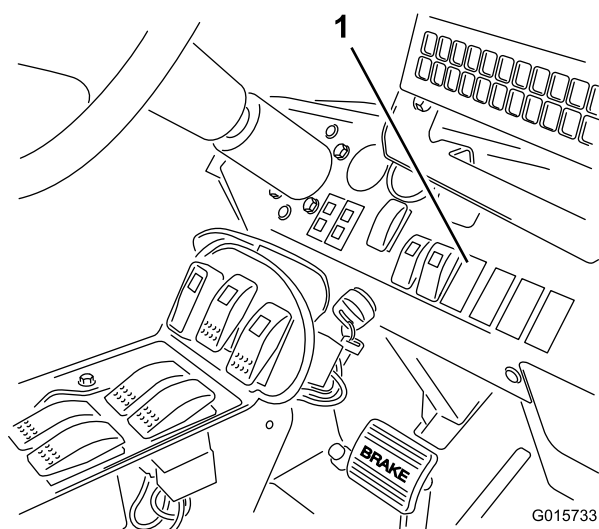

Figura 21
2. Retire a tomada do interruptor no tablier no local mostrado em Figura 21.